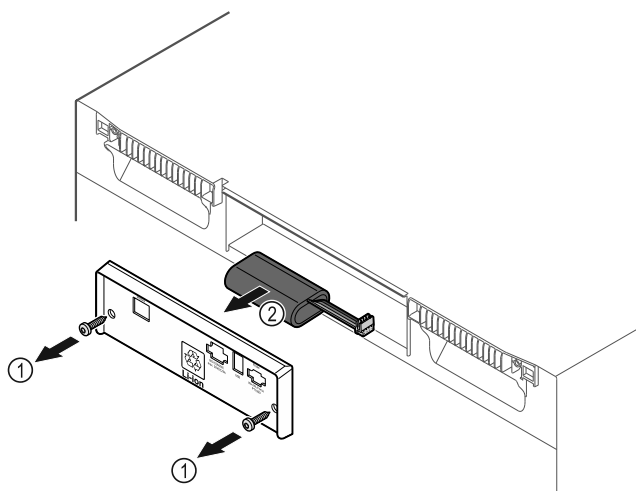

Fig. 200
- ▶ Schrauben herausdrehen und Abdeckung auf der Rückseite des Gerätes entfernen Fig. 200 (1).
- ▶ Batterie abstecken und herausnehmen Fig. 200 (2).